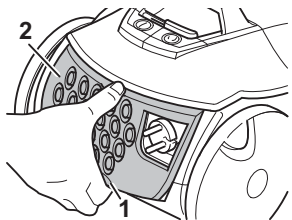

Abb. 23
2. Öffnen Sie die Ausblasfilter-Abdeckung. Drücken Sie dazu die Entriegelung an der Unterseite des Gerätes (Abb. 23/1) und ziehen Sie die Ausblasfilter-Abdeckung nach hinten heraus.